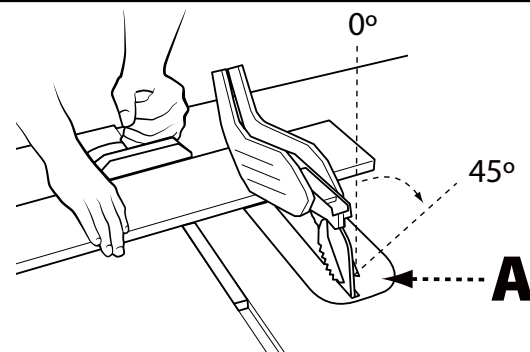

FIGURE 27
La coupe transversale en biseau est identique à la coupe transversale simple, sauf que l'angle de biseau (A) est réglé sur un angle autre que 90° . Lors d'une coupe transversale en biseau, placez le guide à onglets dans la fente droite de sorte que la lame soit inclinée à l'opposé du guide et des mains. Voir Figure 27.